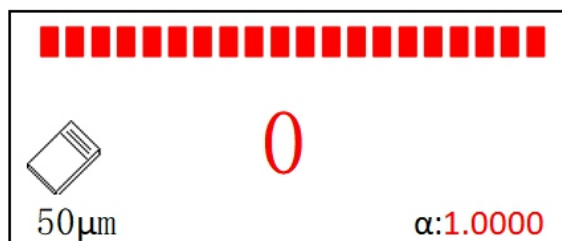

Abbildung 29: Kalibrierungssubstratfehler
- Anzeige von "0" (Abbildung 29): Falscher Grundwerkstoff. Bitte überprüfen Sie den Grundwerkstofftyp.